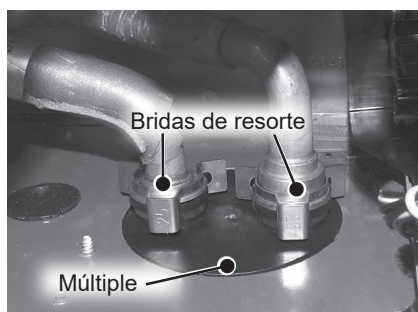

Figura 181 - Retire dos bridas de resorte del múltiple del cartucho.
- 12** Ubique y retire las dos bridas de resorte (tamaño 25) que fijan el tubo de entrada y el tubo de salida del múltiple al múltiple del cartucho. Deje las bridas de resorte a un lado en un lugar seguro para volver a instalarlas. Consulte la Figura 181.